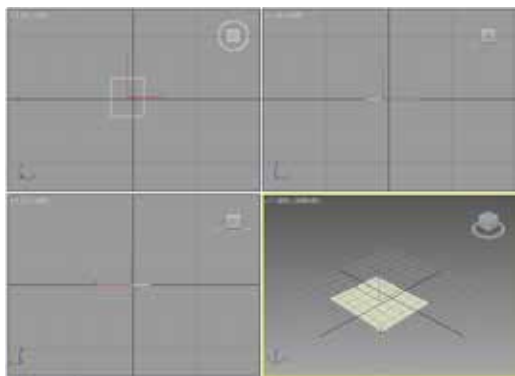

图 2-81 设置底面
STEP 01 执行“创建”|“扩展基本体”|“切角长方体”命令，在透视图单击并拖动鼠标，设置长方体的底面，如图 2-81 所示。